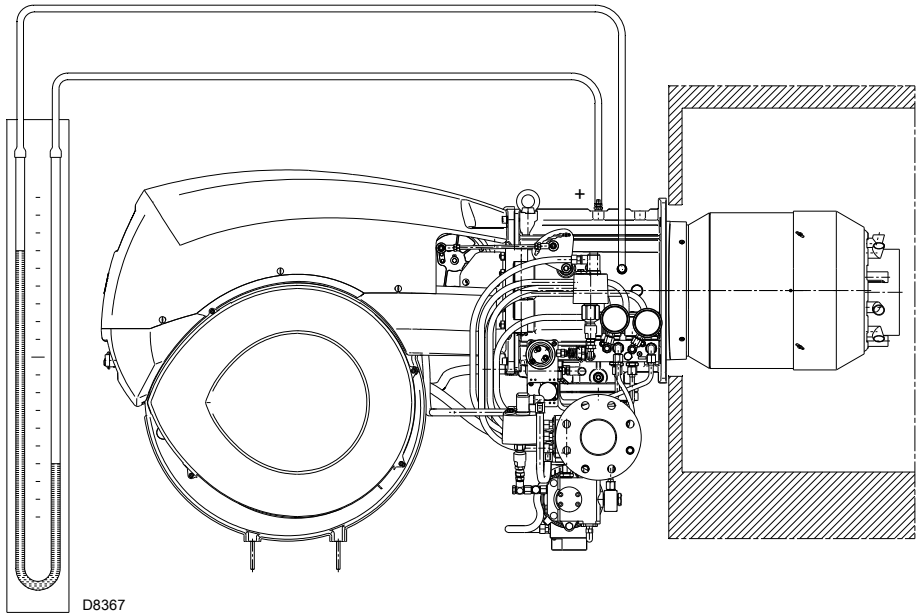

图 32
- 安装一个 U 型压力计或一个差压压力计（图 32），(+) 端接管路耦合处的燃气压力，(-) 端接炉膛。
燃气是否到达燃烧头可通过 U 型压力表 (图 32) 查看。